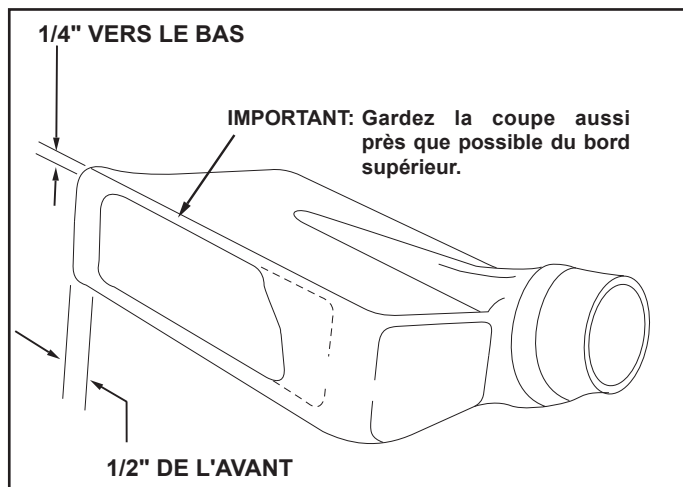

FIGURE 13
3. Fixez le gabarit sur la face de l'adaptateur, à environ 1/2" de l'avant et 1/4" du haut pour les terrasses plus profondes. Pour les terrasses peu profondes, positionnez le gabarit suffisamment bas pour que l'adaptateur ne dépasse pas le bas de la terrasse. Marquez le contour du gabarit sur la face de l'adaptateur à l'aide d'un crayon blanc, d'un clou ou d'un traceur. Percez un trou de départ à l'intérieur du contour, puis utilisez une scie sauteuse ou une scie cloche pour découper l'ouverture. Voir la figure 13.